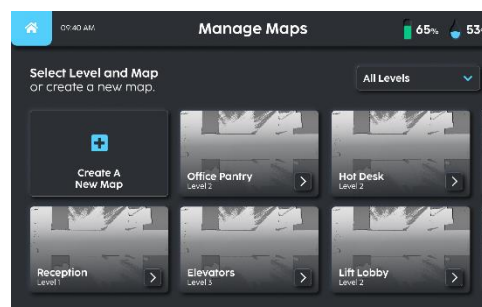

Fig. 2
2. Selecteer het in kaart gebrachte werkgebied (Fig. 2), wacht tot de kaart verandert.